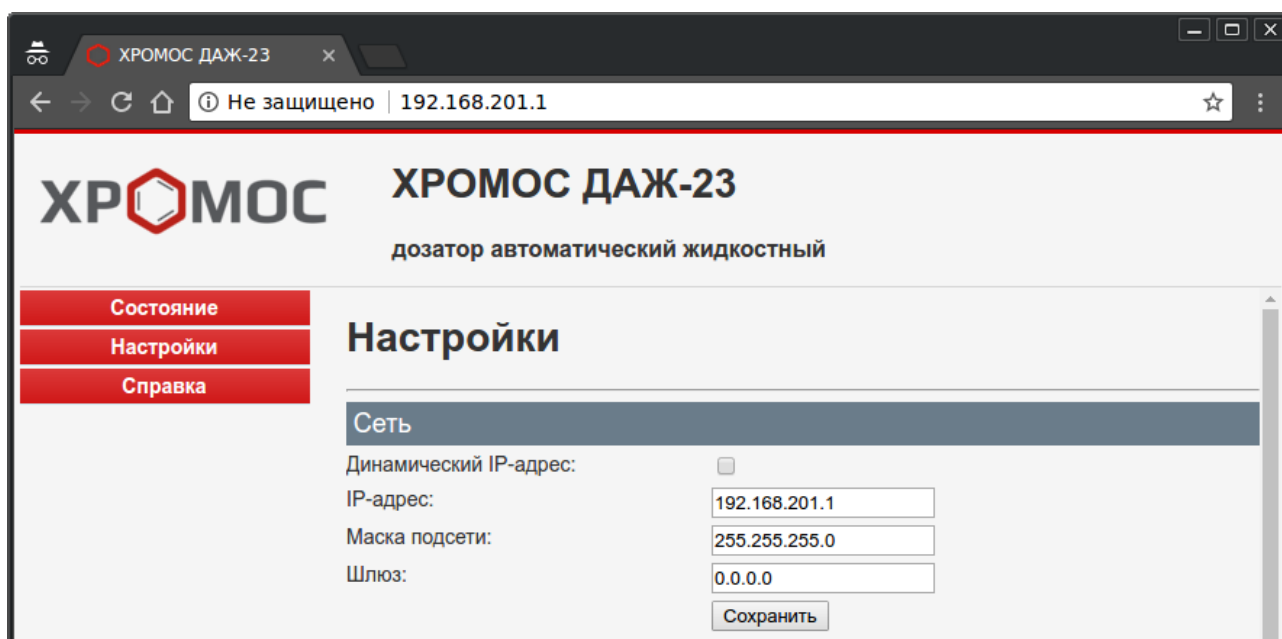

Рисунок 18 - Настройки. Сеть
- На странице «Настройки» в пункте «Сеть» укажите настройки соответствующие вашим настройкам сети (Рисунок 18). Нажмите «Сохранить» и перезагрузите дозатор.